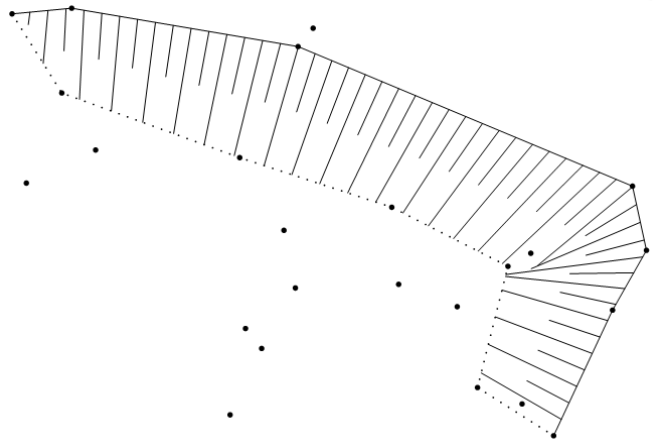

рис. 26
5) Повторяя эти действия на соседнем и самом левом узлах, получим изображение откоса на рис. 26.